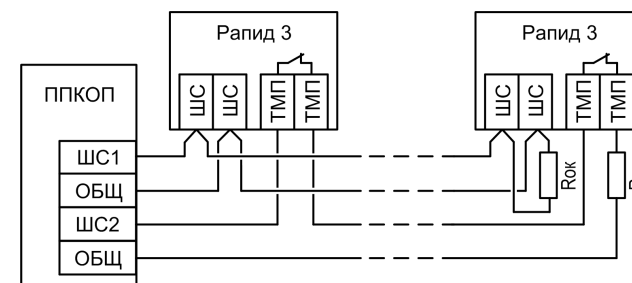

Рис.3 Схема подключения извещателей к ППКОП
- Питание по шлейфу сигнализации. Подключение извещателя к прибору приемно-контрольному охранно-пожарному (ППКОП) осуществляется по двухпроводной схеме (см. рис.3). Для работы извещателя не требуется источника напряжения 12 В и соответствующей линии питания.
Подключите провода в соответствии со схемой подключения (рис.2), предварительно продев их в отверстия. Полярность подключения к клеммникам «ШС» и «ТМП» может быть любой. При монтаже последнего в шлейфе сигнализации извещателя, к контактам «ШС» и «ТМП» подключите оконечные резисторы Rok (рис.3).